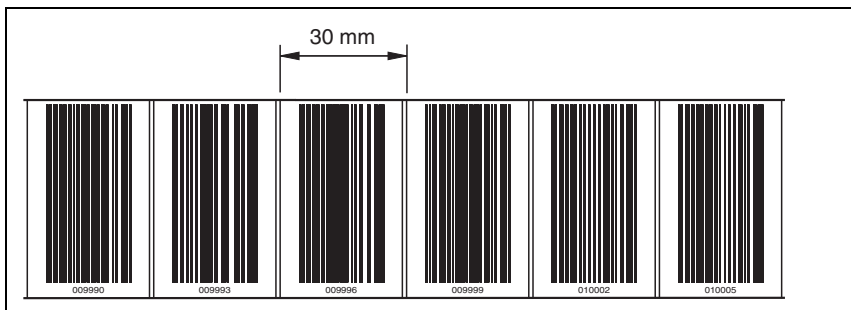

Figura 6.11: Comprobación del resultado de la impresión del kit de reparación de la CCB
3. Comprobar el resultado de la impresión midiendo la distancia entre dos códigos (vea figura 6.11).